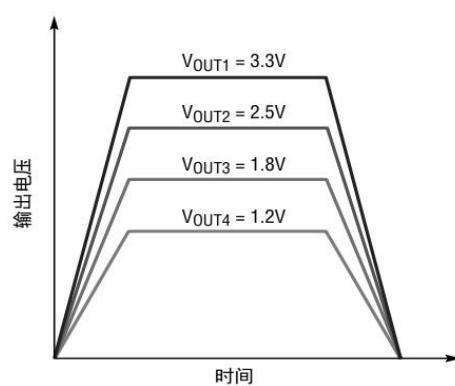

图 14 输出重合跟踪波形
重合输出跟踪可以被认为是一种特殊的比率输出跟踪，其中主机的输出转换速率 (MR) 与从机的输出转换速率 (SR) 相同，波形如图 14 所示的。从公式中我们可以很容易地发现，在同步跟踪中，从调节器的 TRACK/SS 引脚电阻分压器始终与其输出分压器相同。